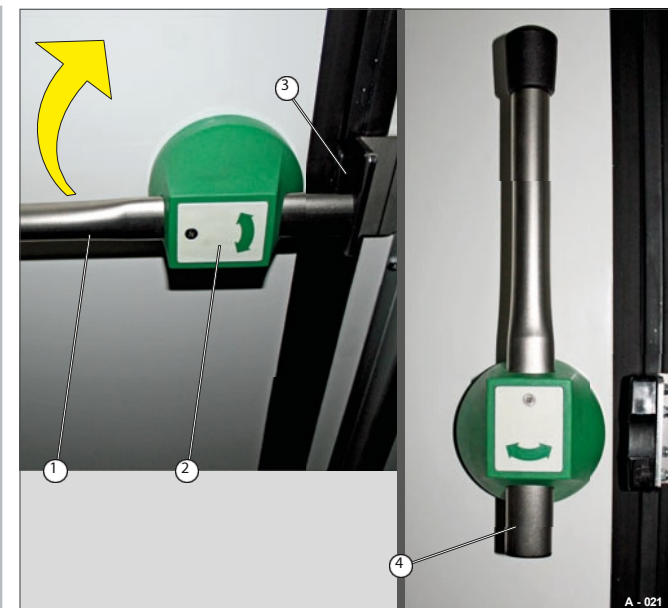

Fig. 21 Lås upp spaken från insidan
Spaken är utrustad med en fluorescerande ljusplatta (Fig. 21/2), som känns igen i mörkret.
- Sväng spaken (Fig. 21/1) till vertikalt läge. Påkörningsskyddet (Fig. 21/3) frigörs med spakfästet (Fig. 21/4). Det högra dörrbladet är olåst och kan öppnas från insidan.